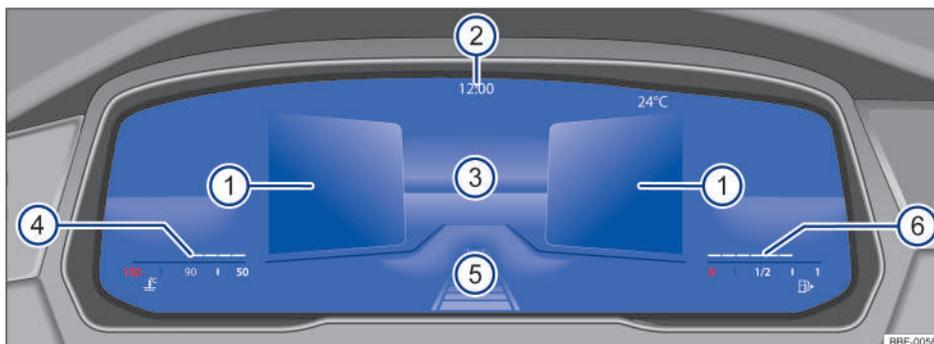

Fig. 10 Active Info Display en el tablero de instrumentos (variante 2).
Explicaciones sobre los instrumentos → fig. 10:
La exhibición principal → fig. 10③ puede alternarse presionando la tecla **View** en el volante multifunción. La representación en el área de indicación puede exhibir las siguientes vistas:
- **Resumen:** después de finalizada la preparación para conducción: exhibición de información sobre el estatus del vehículo en las áreas ①, por ejemplo, posición del cuentakilómetros total.